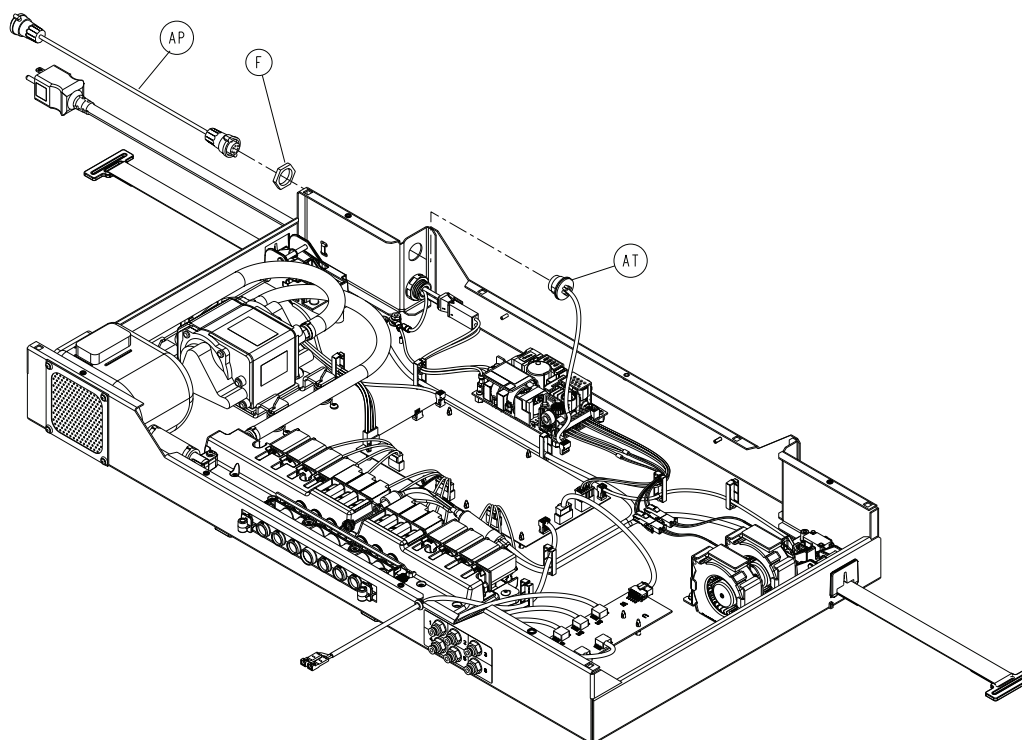

Figure 2-23 : Raccord du câble d'intégration du lit
2. Avec les doigts, débrancher le raccord du câble d'intégration du lit (AP) de la boîte côté pieds en tournant dans le sens antihoraire (Figure 2-23 à la page 2-47).
3. A l'aide d'une clé mixte de 1 po., retirer l'écrou de fixation en plastique (F) situé sur le raccord du câble d'intégration du lit qui relie ce dernier à la boîte côté pieds. Conserver l'écrou.
4. Débrancher le câble interne de la boîte (AT) de la carte mère (raccord en J) (Figure 2-23 à la page 2-47).